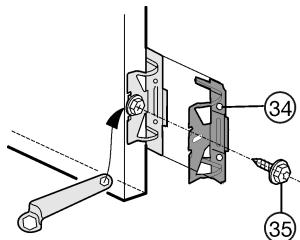

Fig. 9
- ▶ Alle bevestigingshoeken Fig. 9 (34) met zeskantbout Fig. 9 (35) in de voorgeboorde gaten van de deur aan het apparaat draaien.
- een 3e paar bevestigingshoeken Fig. 9 (34) monteren.